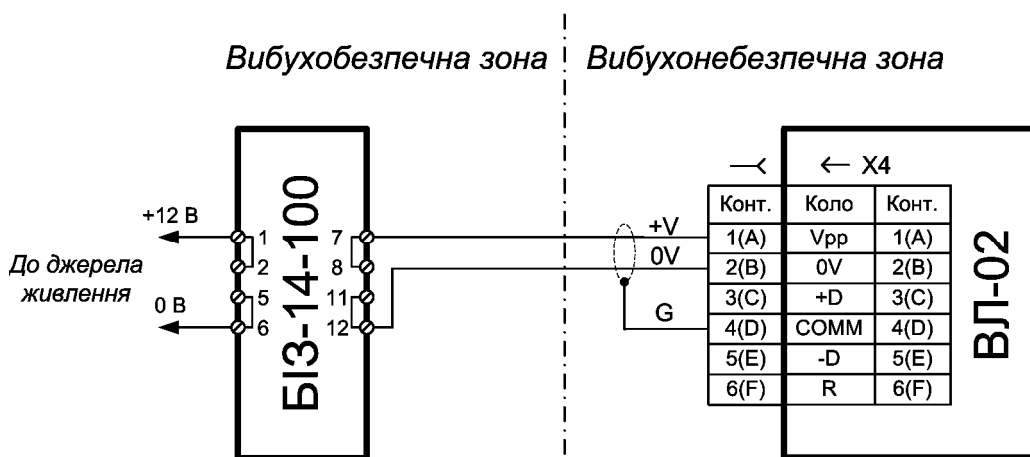

Рисунок 2.2 – Схема зовнішніх з'єднань
2.2.3 ЗАБОРОНЯЄТЬСЯ ЕКСПЛУАТАЦІЯ БІЗ З ПІДКЛЮЧЕННЯМ ДО ЙОГО ВИХОДУ БУДЬ-ЯКИХ ІНШИХ ПРИСТРОЇВ КРІМ ВЛ-02, З ЙОГО ЖИВЛЕННЯМ ВІД ВТОРИННИХ ДЖЕРЕЛ ЖИВЛЕННЯ ВХІДНА НАПРУГА ЯКИХ ПЕРЕВИЩУЄ 400 В І ПРИ НЕВІДПОВІДНОСТІ СХЕМИ ЗОВНІШНІХ З'ЄДНАНЬ НАВЕДЕНІЙ НА РИС. 2.2.